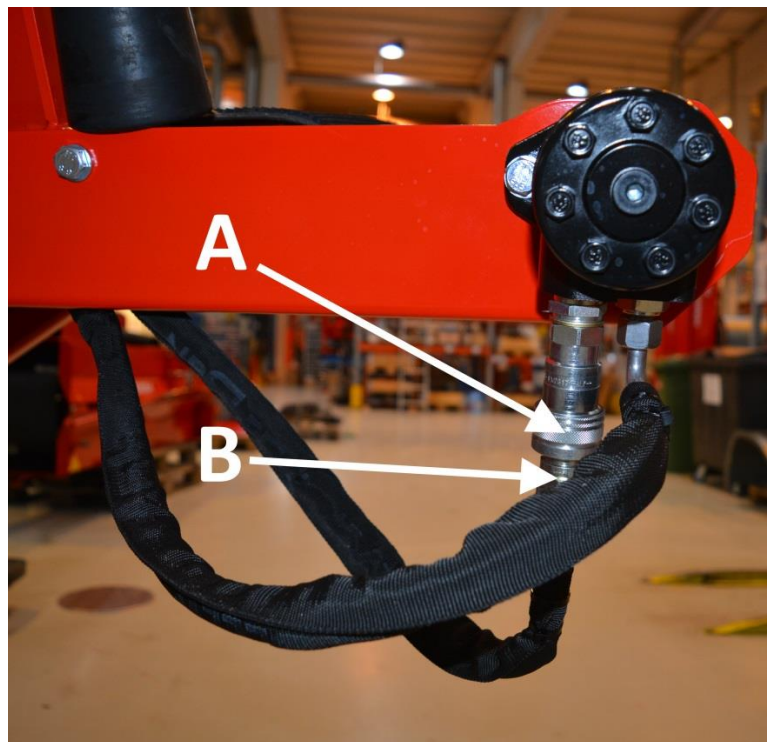

Bild 19.
2. Ta bort slang B från snabbkoppling A (bild 19).